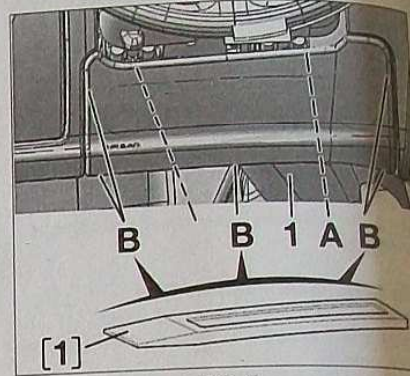

FIG. 7
Déposer l'insonorisant sous planche de bord et les 2 fixations en (A) (Fig.7)